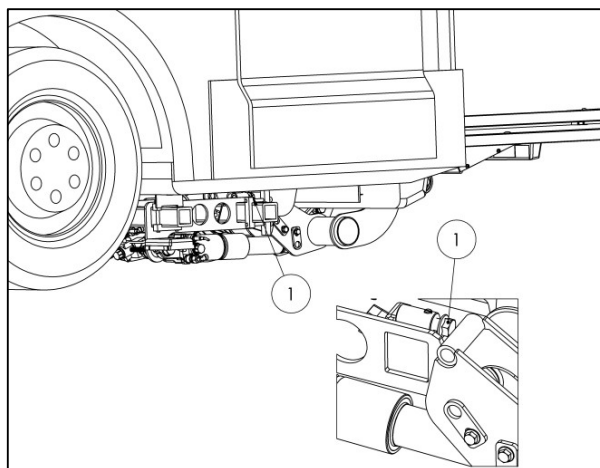

Fig. 74
- Utilice el tornillo de ajuste (1) para ajustar la altura de elevación (ver Fig.74).